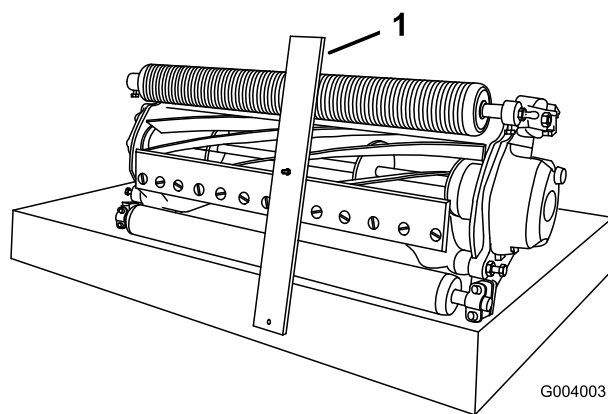

Рисунок 16
3. Зацепите головку болта за режущую кромку неподвижного ножа и прислоните задний конец планки к задней части валика (**Рисунок 16**).